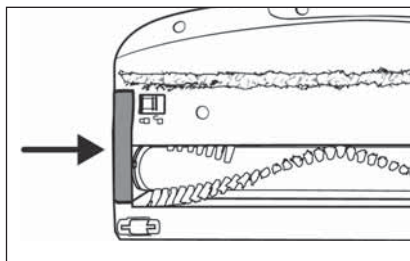

Fig. 32
- 6) Inserire il supporto del rullo a spazzola **20** nuovamente nella spazzola per pavimenti **22**. Premerlo verso il basso finché non si innesta nella spazzola per pavimenti **22** con un clic (vedere fig. 32).